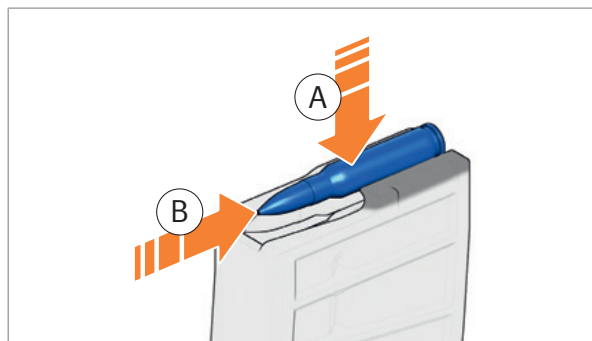

Abb. 71: Magazin füllen
2. Patrone unter die Magazinlippen drücken (Abb. 71).
3. Patrone bis zum Anschlag nach hinten schieben (Abb. 71).